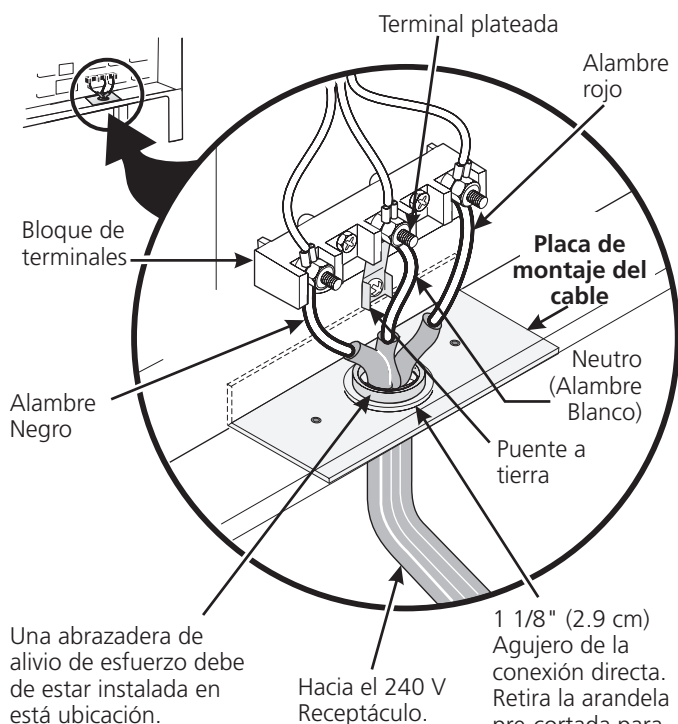

Figura 4
un agujero de diámetro 1 1/8" (2.9 cm) como se muestra en la figura 4. Si un agujero mas largo está necesario retire la arandela de la pre-cortada.
Si los códigos locales permiten la conexión del conductor a tierra del armazón al alambre neutro del cable de bronce del suministro eléctrico (vea figura 4).
4. Repone las 3 tuercas desajustadas en el bloque terminal (vea figura 4).